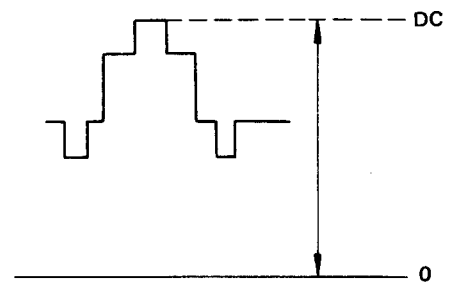

Abbildung 100
5. Eine regulierte Stromversorgung an den Stift ⑯ des I201 anschließen und die Gleichstromspannung auf dem Oszilloskop beobachten.
7. Die Stufenwellenform dann in den Eingangsanschluß einleiten, und den R229 (NL-Pegelregler) so einstellen, daß die Weißspitzenspannung auf den gleichen Wert der im Schritt (6) ermittelten Spannung gelangt. (Abb. 100)